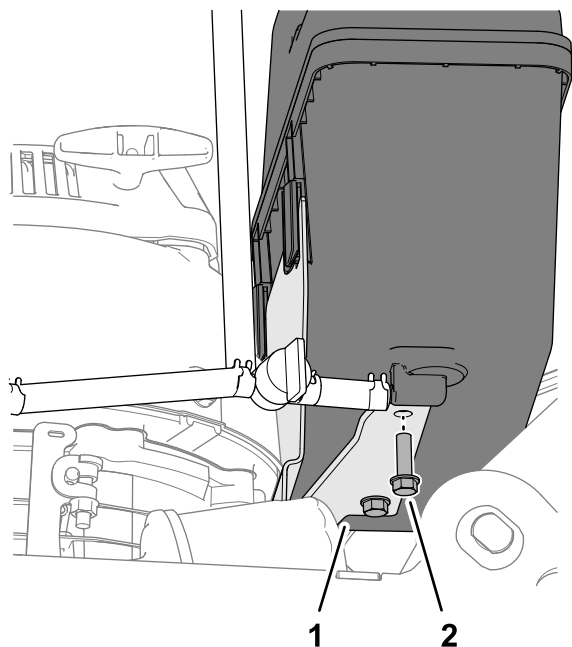

Figure 37
1. Retirez les 2 boulons à embase qui fixent le réservoir de carburant sur son support (Figure 37).